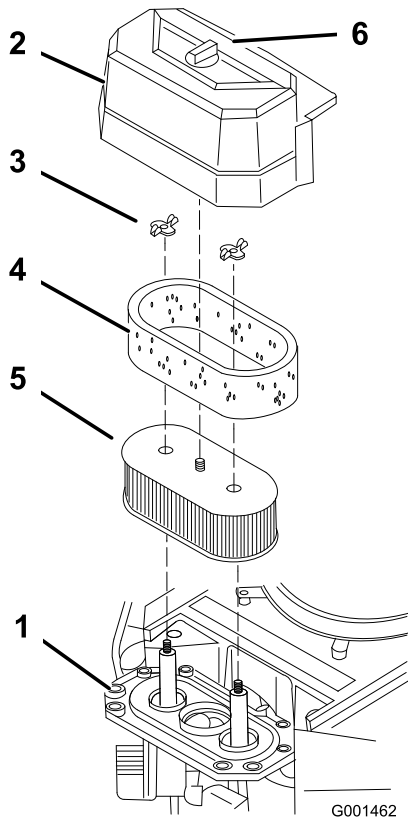

Figura 22
3. Limpie alrededor del limpiador de aire de forma que la suciedad no penetre en el motor y cause daños (Figura 22).
4. Desenrosque el pomo de la cubierta y retire la cubierta del limpiador de aire (Figura 22).
5. Desenrosque las 2 tuercas de orejeta y retire el conjunto del limpiador de aire (Figura 22).
6. Retire cuidadosamente el filtro de gomaespuma del filtro de papel (Figura 22).
1. No limpie el filtro de papel. Cámbielo cada 200 horas de funcionamiento (Figura 22).
1. Deslice cuidadosamente el filtro de gomaespuma sobre el filtro de papel (Figura 22).
2. Coloque el conjunto del limpiador de aire sobre la base del limpiador de aire y fíjelo con 2 tuercas de orejeta (Figura 22).
3. Coloque en su posición la cubierta del limpiador de aire y apriete el pomo de la cubierta (Figura 22).